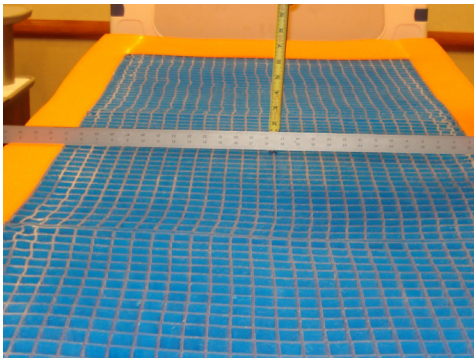

Figura 5
5. Colocar uma vara (com pelo menos 88,9 cm de comprimento) ao longo da espuma da esquerda para a direita na região do sacro (secção do assento do paciente) da superfície de suporte, conforme ilustrado na Figura 5.